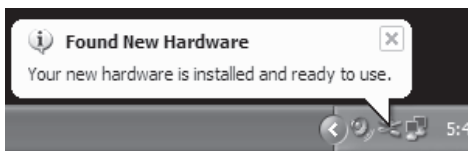

Abb. 2
2. Nachdem die Treiber installiert wurden, erscheint der Hinweis "Ihre neue Hardware ist installiert und betriebsbereit" (Abb. 2).